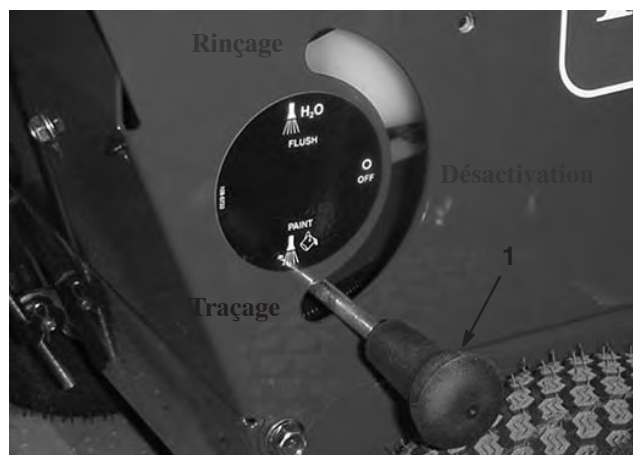

Figure 31
5. Vérifiez que le levier de rinçage/traçage (Fig. 31) est en position de TRAÇAGE.